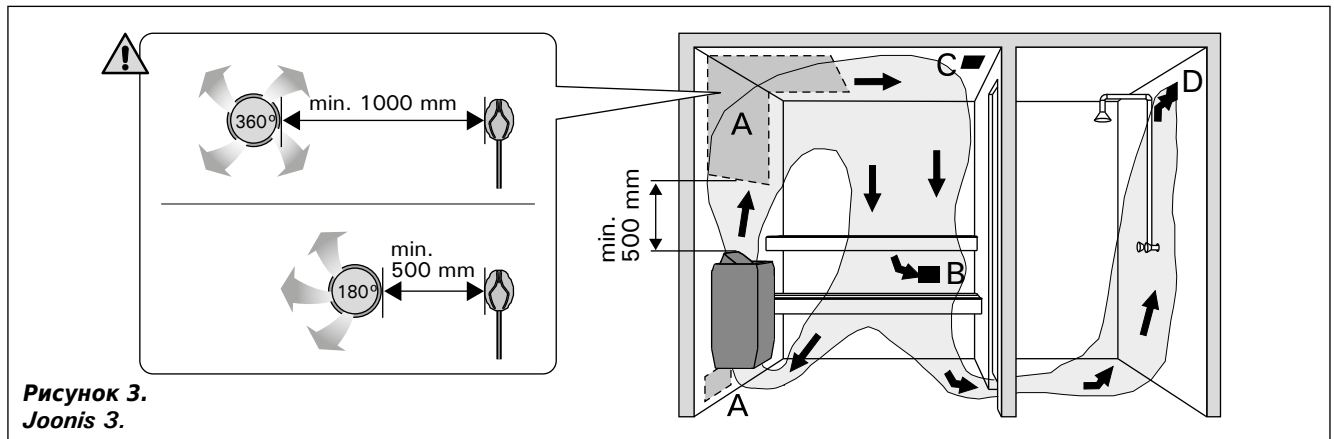

Рисунок 3.
Воздух в сауне должна заменяться шесть раз в час. На рис. 3 показаны варианты вентиляции сауны.
**!** Вентиляционное окно не должно охлаждать температурный датчик. См. рис. 3.